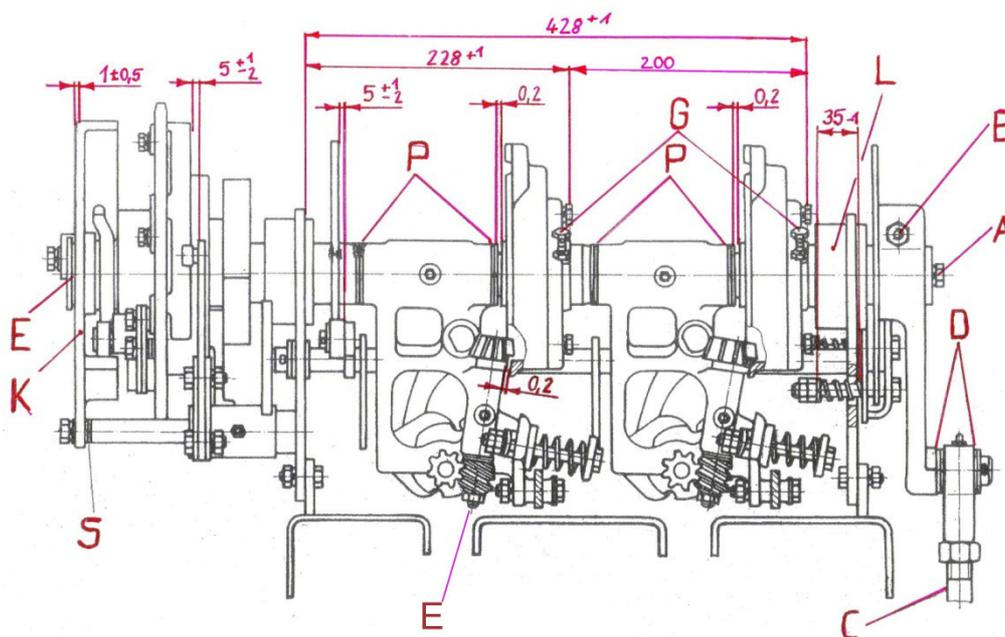

Abb. 3
c. Bindeeinrichtung (Abb. 3)
Die Knüpfwellenbremse muss so eingestellt sein, dass bei voller Kolbenhubzahl die Kurbel der Knüpfwelle nach Vollendung der Umdrehung so stehen bleibt, dass die gestreckte Linie der Kurbel mit der Nadelzugstange leicht in Antriebsrichtung durchgeknickt ist. Die Kurbel darf jedoch nicht gegen die Antriebsrichtung zurückschlagen. Das Montageeinstellmaß der Druckfedern - gemessen zwischen Unterlegscheibe und Bremsbacke - muss $35-1$ mm betragen (**Abb. 3**).